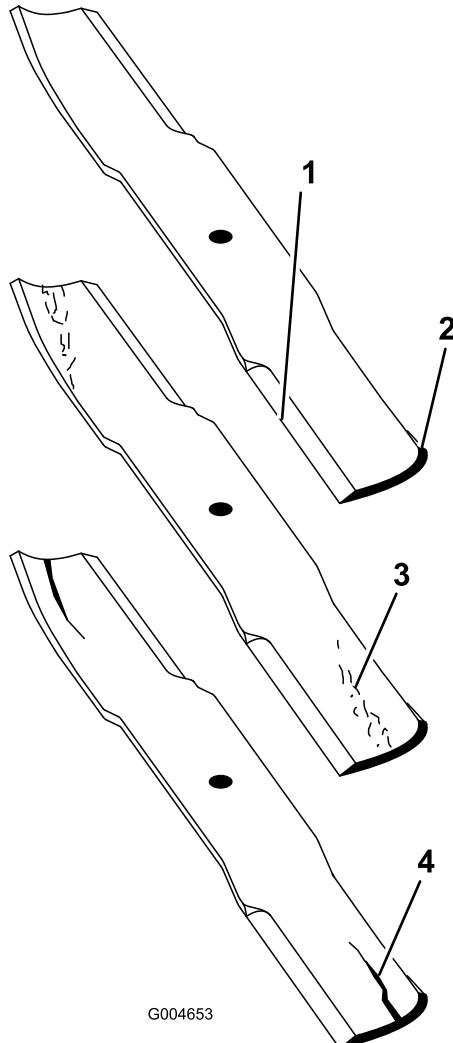

Figure 21
- Examinez le tranchant des lames (Figure 21). Si les lames sont émoussées ou présentent des indentations, déposez-les et affûtez-les. Voir Affûtage des lames.
- Inspectez les lames, surtout la partie relevée (Figure 21). Remplacez immédiatement toute lame endommagée, usée ou qui présente une entaille (Figure 21).